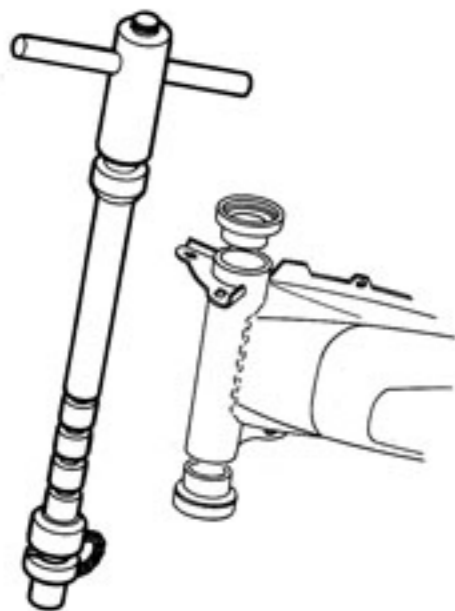

Fig. 1
- Dévisser l'écrou de roue arrière gauche presque à fond pour échapper la vis tendeur et faire sauter la chaîne moteur de la couronne (Fig. 1).